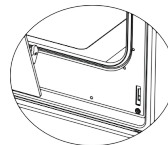

Figura 3.2
6. Para retirar facilmente a porta do forno, quando esta estiver quase fechada, segure a porta com as duas mãos e puxe-a para cima (figura 3.2).